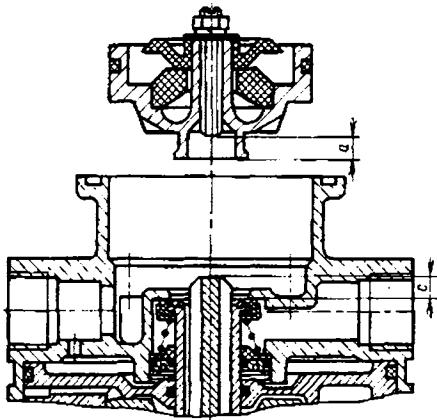

Рис. 6-28. Сборка и регулировка тормозного крана
2. Перед установкой верхнего поршня замерить расстояние "c" (рис. 6-28.) выступания хвостовика поршня над клапаном.